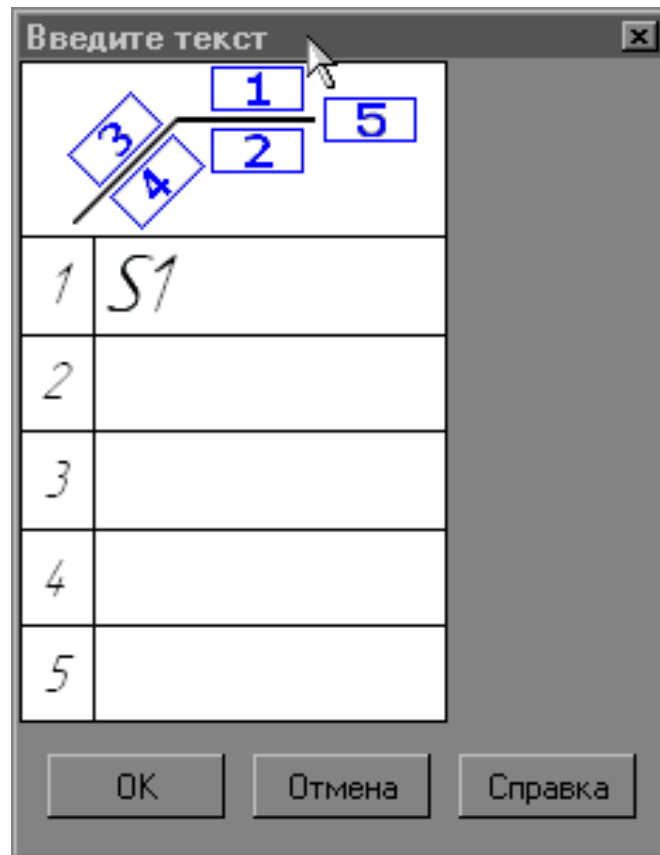

Рис. 2.3.34
3. На екрані з'явиться діалогове вікно **Введите текст** над полицею S1, натисніть **ОК**, щоб закрити діалогове вікно (рис. 2.3.34).